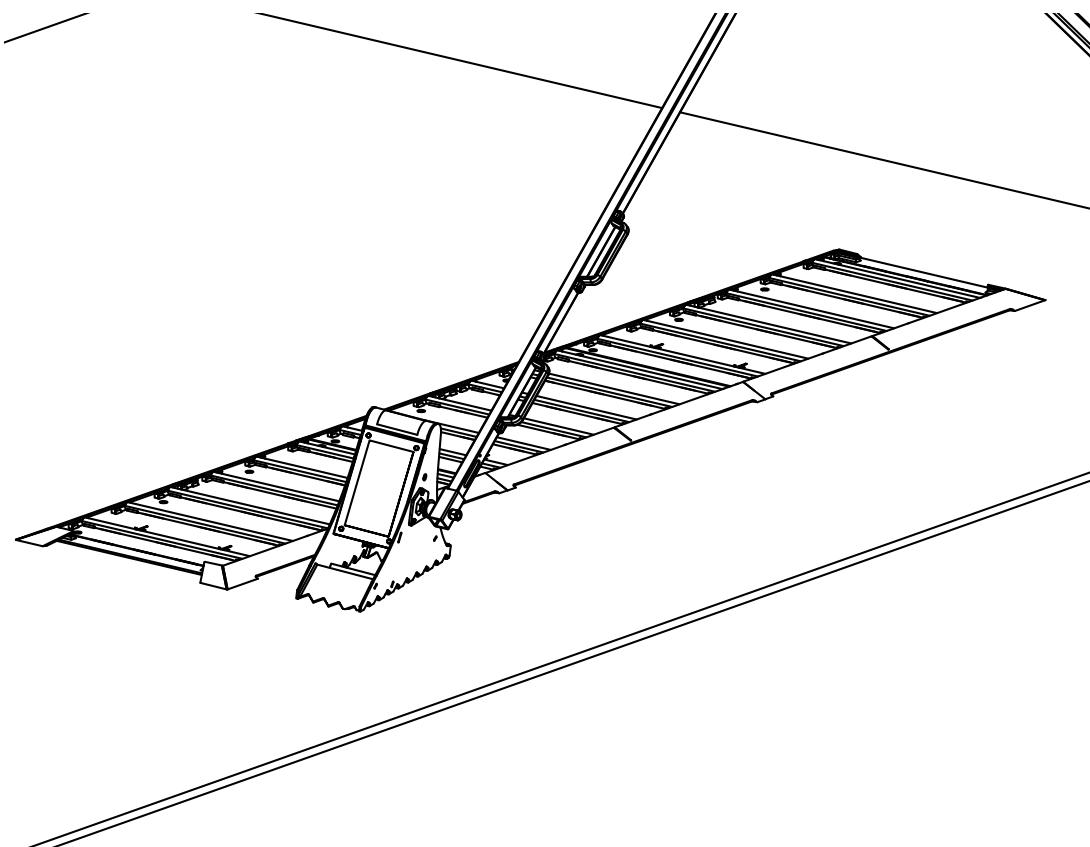

Figure 14
1. Positionner la cale sur la plaque de roulage la plus éloignée. Voir **figure 14**.